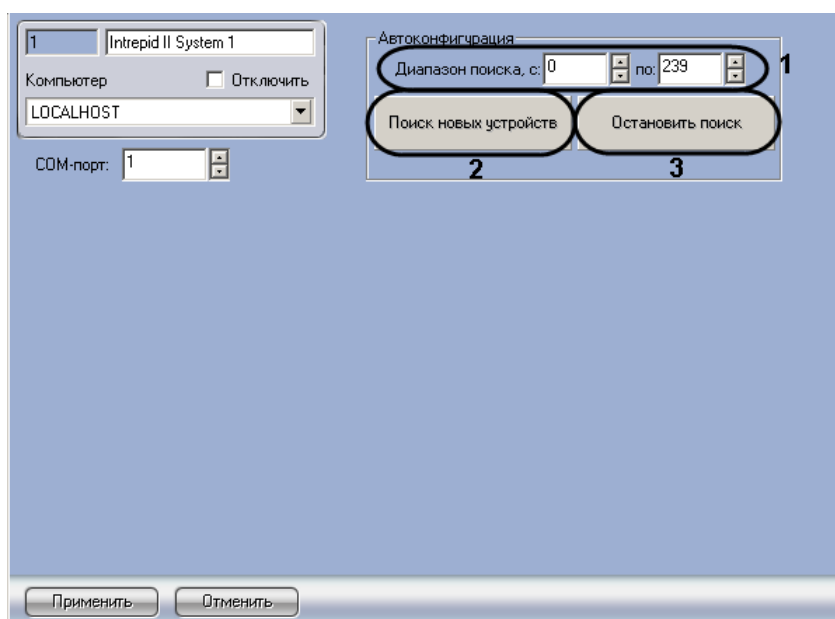

Рис. 3.3—1 Автоматический поиск устройств ПСУ Intrepid II System
1. Перейти на панель настроек объекта **Intrepid II System** (Рис. 3.3—1).
2. Ввести диапазон аппаратных адресов подключенного оборудования в полях **Диапазон поиска** (см. Рис. 3.3—1, 1).
3. Нажать на кнопку **Поиск новых устройств** (см. Рис. 3.3—1, 2).
Примечание. Для прекращения поиска устройств необходимо нажать на кнопку **Остановить поиск** (см. Рис. 3.3—1, 3).